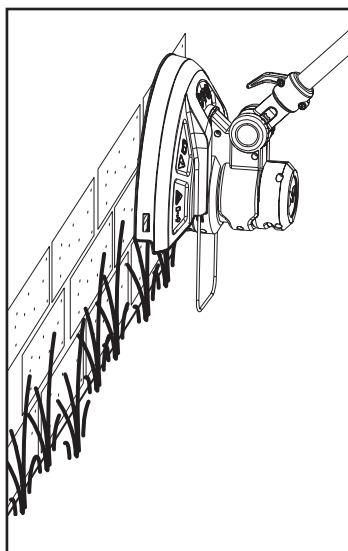

Fig. 20
1. Înainte de operare, asigură-te că apărătoarea cuțitului (11d) este scoasă și că scutul pentru plante (13) este tras în afară.
2. Prinde accesoriul pentru margini (16) de suportul acestuia (14a).
3. Reglează unghiul mânerului principal (1) la 90° sau 180° pentru a tăia la margini (fig. 20).